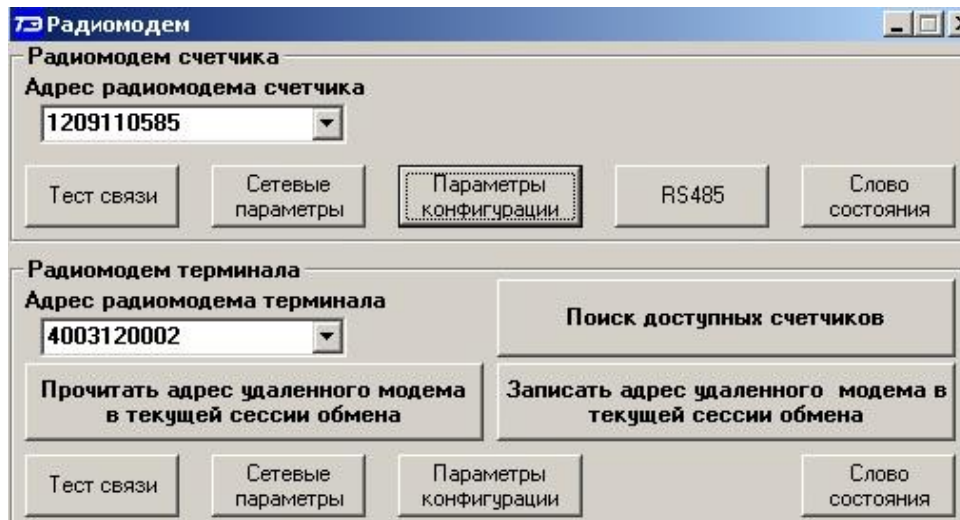

Рисунок 57 - Форма «Радиомодем»
27.2.1 С помощью терминала (или радиомодема М-4.02(Т)) можно определить счетчики, находящиеся в зоне радиовидимости терминала. Поиск счетчиков производится посредством формы «Доступные счетчики», вид которой приведен на рисунке 58. Вызов формы производится по кнопке «Поиск доступных счетчиков» на поле формы «Радиомодем» (рисунок 57).